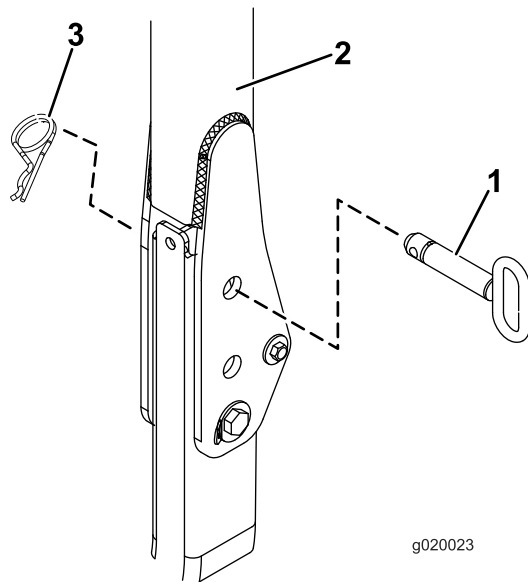

Figura 29
2. **Per i trattorini Reelmaster 3555 e 3575**, saltate al passaggio **10**. Per tutti gli altri modelli, con il roll bar in posizione sollevata, rimuovete le coppiglie e le 2 spine (**Figura 29**).